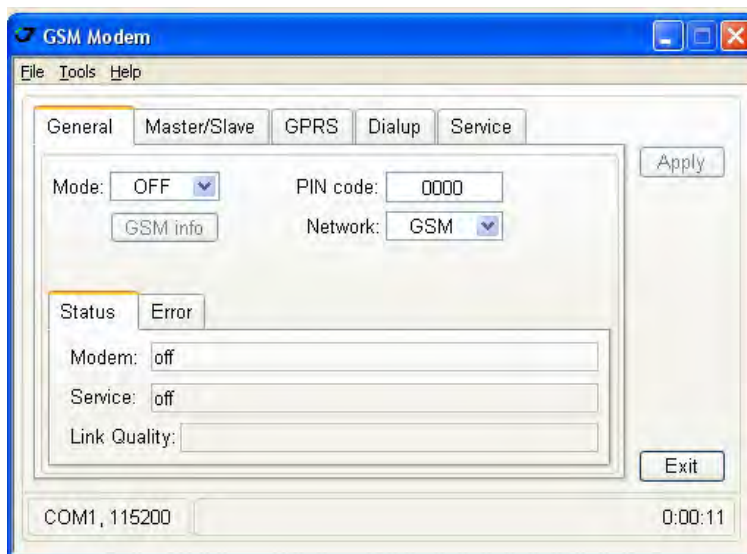

Рисунок 8. Закладка General
1. В закладке *General* настройте следующие параметры (Табл. 2) и нажмите *Apply* (Рис. 8).